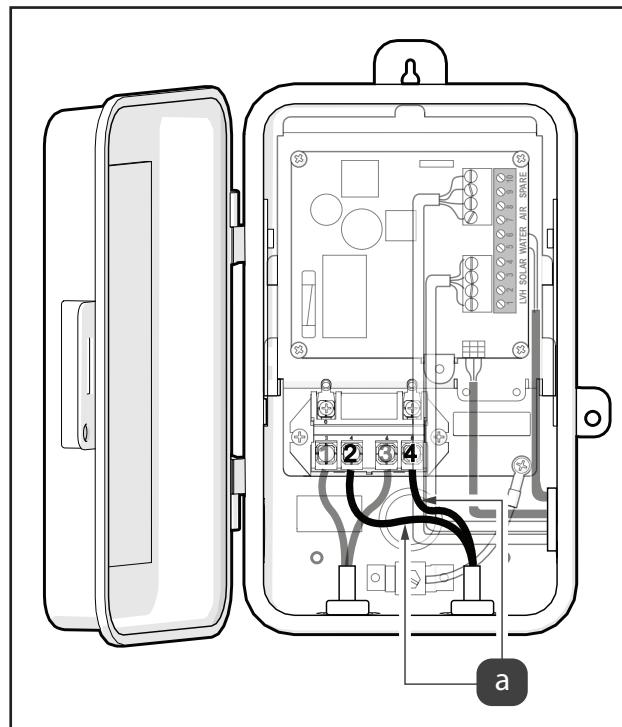

Figura 4. Conecte los cables de entrada de carga
- Conecte una entrada de “carga” en el terminal 2 y otro en el terminal 4; consulte la Figura 4 (a).